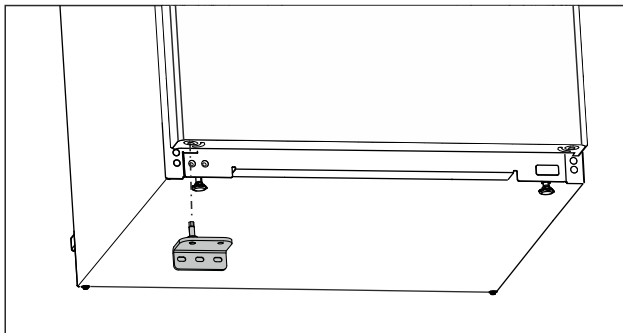

Fig. 20
- ▶ Umetnite donje ležajno postolje na suprotnu stranu. (pogledajte Fig. 20)